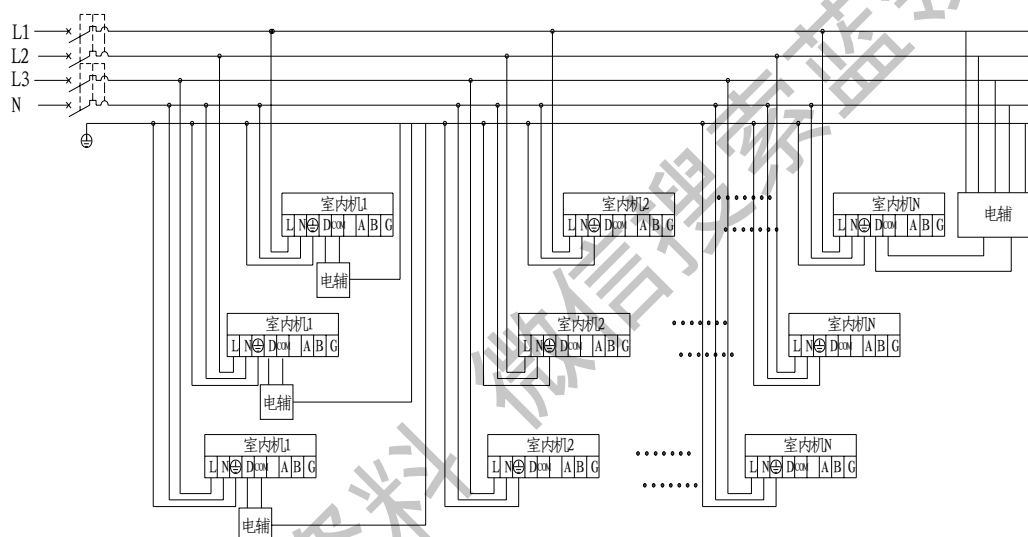

图 74：内机电源线安装示意图
- 根据室内机的台数,如果室内机的台数太多,或带辅助电加热时,如果都接到一相时,该相负荷太大,会造成整个电源系统三相不平衡,导致系统无法正常运行,此时应采用三相供电,每一相所接的室内机的负荷应大致相等,如图 74 所示,如果辅助电加热为三相时,辅助电加热的